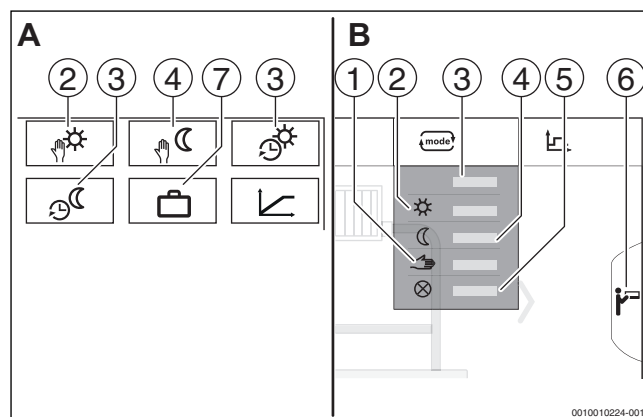
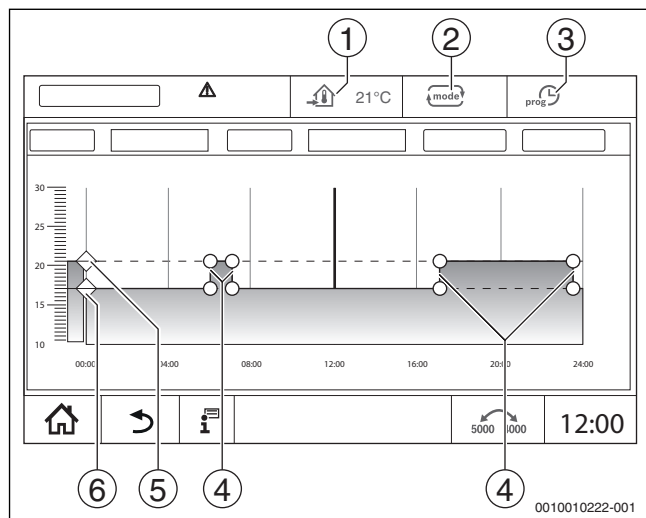

Рис. 17 Виды режимов работы
Рис. 18 **Автоматический пониженный режим:** изменения в программе переключений
Для режимов работы (→ рис. 18, [2], стр. 40) и расширенных функций (→ рис. 17, [6]) можно задать собственные температуры и критерии переключений. Настройки можно выполнять отдельно для каждого отопительного контура и для каждого режима.
- **Ручной режим отопления** (→ рис. 17, [2])
- **Ручной пониженный режим** (→ рис. 17, [4])
- **Отпуск** (→ рис. 17, [7])
Автоматический режим отопления предопределяется через параметры на сервисном уровне. Параметры можно изменить в программе переключений (→ рис. 18, [4], [5], стр. 40).
Автоматический пониженный режим предопределяется через параметры на сервисном уровне. Параметры можно изменить в программе переключений (→ рис. 18, [4], [6], стр. 40).
- ▶ Измените температуры смещением точек (→ рис. 18, [5], [6]).